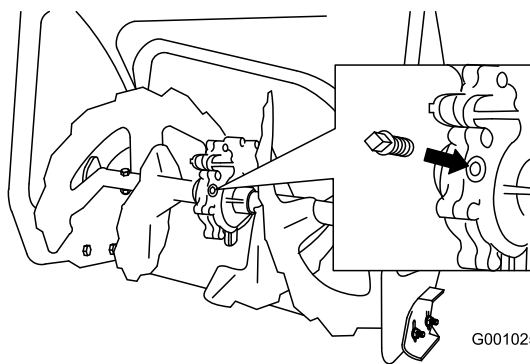

Рисунок 39
2. Очистите поверхность вокруг пробки редуктора (Рисунок 39).